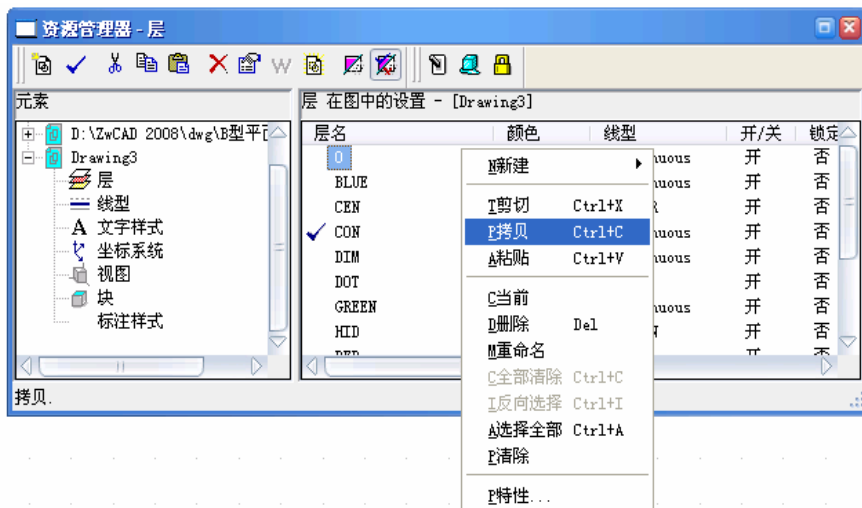

图 6-28 几项功能
- 4) 在“资源管理器一层”对话框中，在图层显示窗口单击鼠标右键，在弹出的快捷菜单中有“全部清除、反向选择、选择全部”几项功能，如图 6-28 所示，在图层较多的图形中，如果能熟练操作这几项功能，能明显的提高绘图速度。